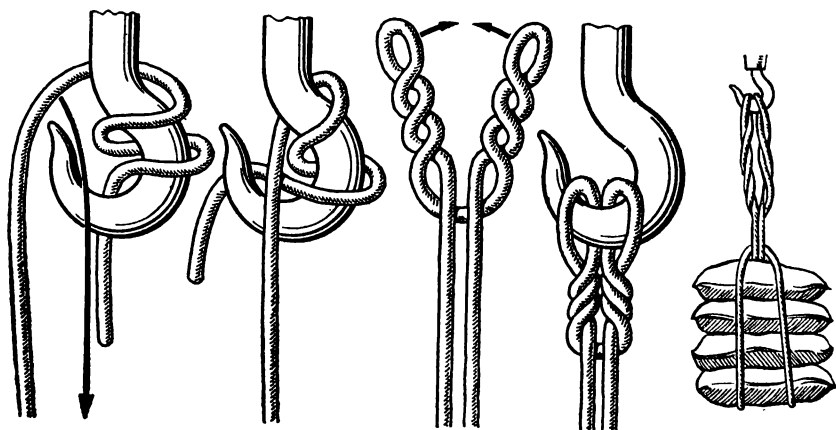

Рис. 106. Гачный узел со
**Гачный узел со шлагом** (рис. 106). При подъеме груза на гак с помощью троса, завязанного гачным узлом, следует брать в расчет толщину троса. Если по отношению к гаку трос достаточно толст, его можно заложить одинарным гачным узлом и благополучно поднять груз. Тонкий трос, заложенный одинарным гачным узлом, может съехать со спинки гака, и, если он тонок по отношению к гаку, его закладывают гачным узлом со шлагом (см. рис. 106). Это намного увеличивает надежность подъема груза.